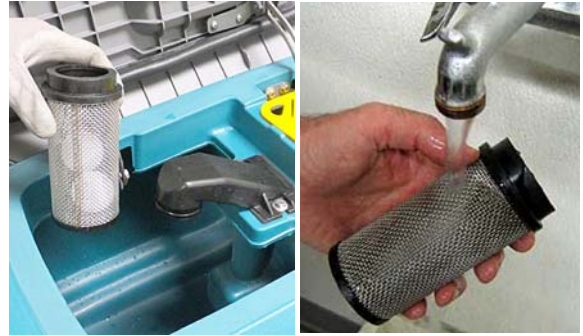

РИС. 88
3. Снимите и очистите плавающий отсеочный экран (Рисунок 88).